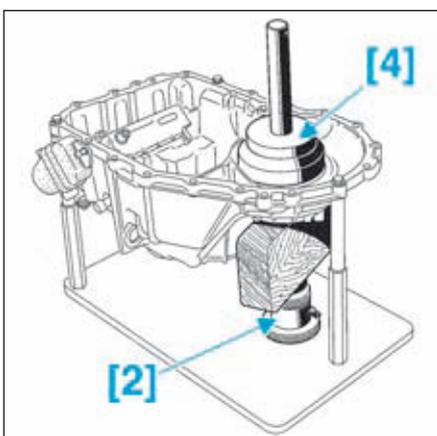

FIG.44
- Mettre en place l'outil [2] sous le carter de mécanisme (Fig.44).